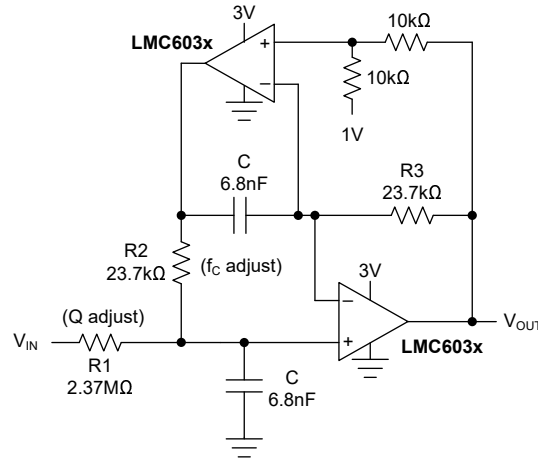

图 7-9. 有源 2 极带通滤波器 (1kHz)
双放大器带通 (DABP) 滤波器能够独立调整  $f_c$  和  $Q$ 。在大多数其他带通拓扑中,  $f_c$  和  $Q$  的调整相互作用。DABP 滤波器还提供对元件值的低灵敏度和高  $Q$  值。图 7-9 的以下应用提供 1kHz 的中心频率和 100Q。
- 首先选择一个中心频率 ( $f_c$ )。图 7-9 表示的元件值是在中心频率为 1kHz 时通过以下计算得出的。